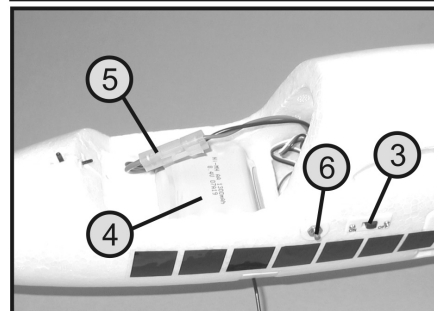

Figure 8
- Mettez d'abord l'émetteur en service et allumez ensuite l'installation de réception du modèle à l'aide du commutateur de fonctionnement (voir figure 8, pos. 3).
→ Le moteur d'entraînement n'est pas encore en ordre de marche après avoir allumé l'installation de réception. Le moteur ne peut démarrer que lorsque le commutateur de sécurité (voir figure 8, pos. 6) a été enfoncé et que l'installation de réception est mise en marche.
Avant d'actionner le bouton de sécurité sur le modèle (voir figure 8, pos. 6), assurez-vous que le levier de commande pour la fonction du moteur (voir figure 2, pos. 9) se trouve dans la position la plus basse « moteur éteint ». Si ce n'est pas le cas, l'hélice tourne immédiatement à l'actionnement du bouton de sécurité et peut ainsi provoquer des dommages.